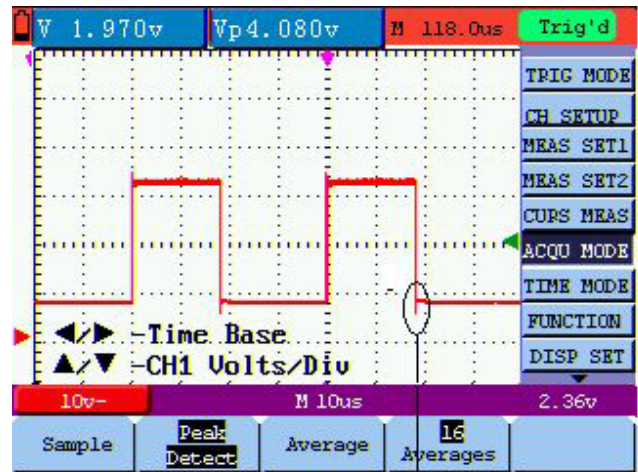

Рисунок 14. Обнаружение пиков
3. Нажмите кнопку **F2**, чтобы выбрать опцию «Peak Detect». Теперь вы можете обнаружить всплеск. (см. рисунок 14)